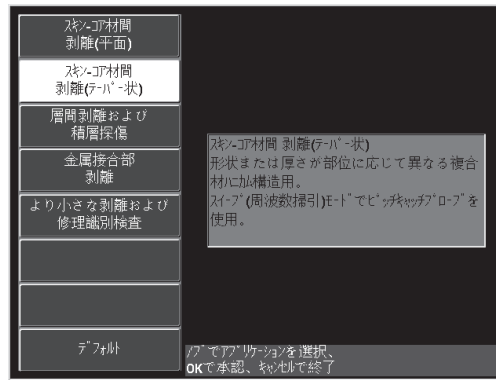

図 6-18 Skin To Core Disbonds (Tapered) (スキン - コア間剥離 (テーパ-状)) アプリケーション
3. **Skin To Core Disbonds (Tapered)** (スキン - コア間剥離 (テーパ-状)) アプリケーションを選択し、✓ を押して受け入れます (145 ページの図 6-18 参照)。